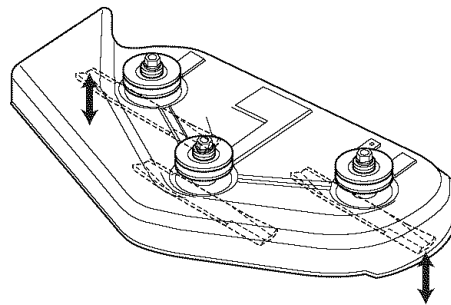

Figura 34. Orientar las Aspas de un Lado a Otro
4. Ajuste la altura de corte a posición media. Coloque las aspas de la podadora de modo que apunten de un lado a otro (Figura 34).